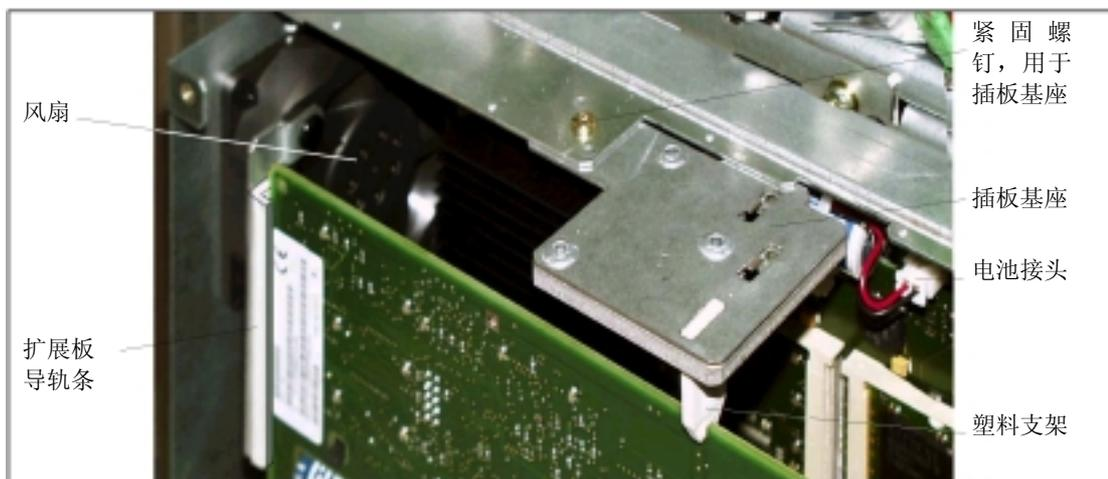

图 11-19 扩展板安装
2. 从 PCI 槽拔出上部的、长条形插卡（如果已经插入）（参见图 11-19）。
3. 在主板上从插座拔下电池插头（参见图 11-19），松开电池固定器。